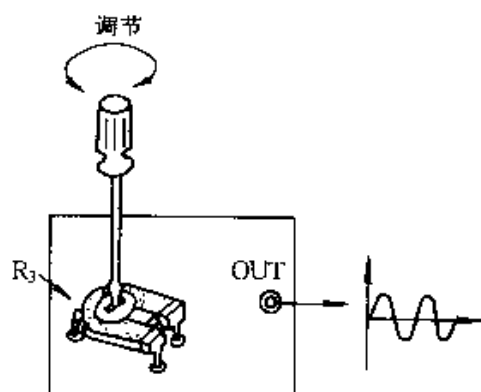

图 4-27
⑤ 按图 4-27 所示用小螺丝刀缓慢调节 R_3 使电路起振。有条件时可用示波器观察输出端波形,调节 R_3 使其正弦波波形最好。